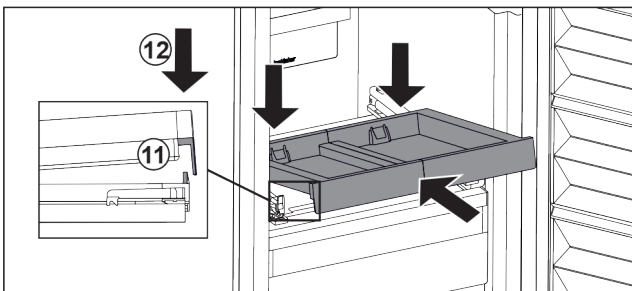

Fig. 98
- ▶ Вставьте, наклоняя вниз. Обратите внимание на то, чтобы на обеих сторонах упор был за накладкой. Fig. 98 (11)
- ▶ Снимите выдвижную панель спереди. Fig. 98 (12)